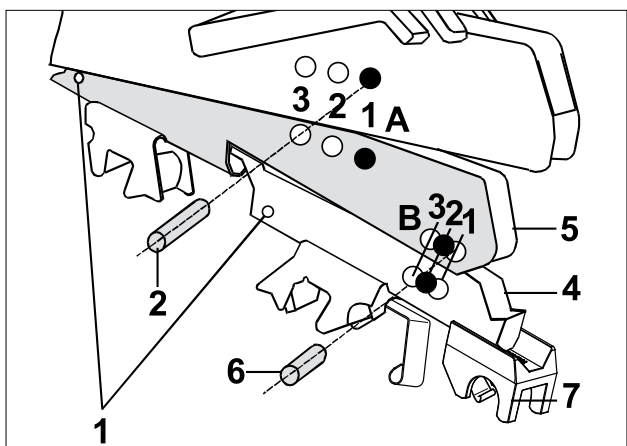

图7
- 将带有倚丽特EliTe®鞍座和新倚丽簧的前、后分配器组合插入摇架中，然后对齐A1孔（图7）。